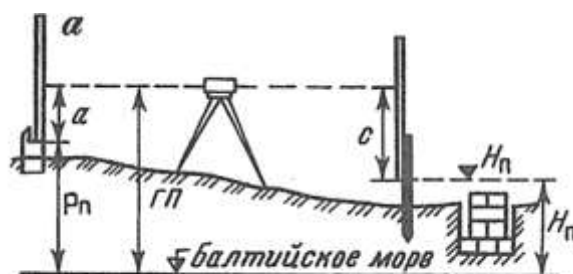

Рис. 1. Схема разбивки и контрольных высот фундамента
5. Выставьте проектную высоту верха фундамента на обноске (рис. 1), если высота репера  $P_n = 52,267$ , отсчет по рейке  $a = 0552$ , проектная высота фундамента  $H_n = 51,523$ .